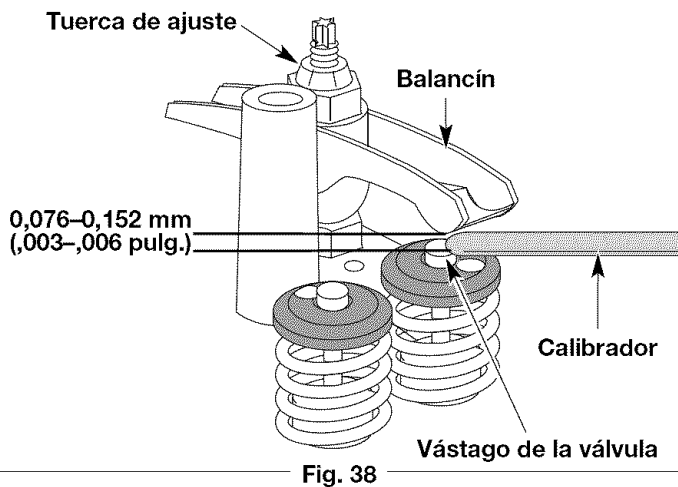

Fig. 38
2. Suelte el gatillo del regulador y deje que el motor funcione en mínima. Si el motor se para, inserte un destornillador Phillips pequeño en el orificio de la cubierta del motor (Fig. 38). Gire el tornillo de mínima hacia adentro, en sentido horario, de a 1/8 de vuelta por vez (según sea necesario) hasta que el motor funcione en mínima suavemente.
- a. Gire la tuerca de ajuste con una llave de 8 mm (5/16 pulgadas) o una guía de tuercas (Fig. 38).